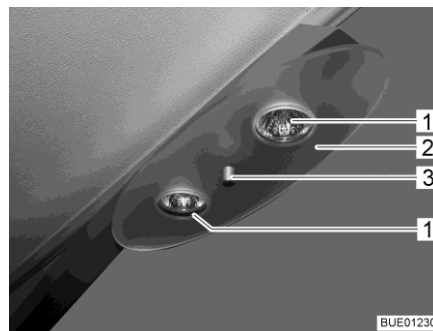

Fig. 191 Lampada alogena da soffitto
- Svitare il dado di arresto (Fig. 191,3) e rimuovere il piano di appoggio (Fig. 191,2).
- Rimuovere la lampada alogena ad incandescenza (Fig. 191,1).